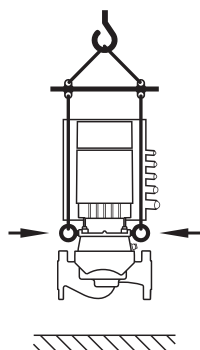

Fig. 8: Pumba transportimine
- Pumba tuleb transportida lubatud tõsteseadmete (nt tali, kraana jne) abil. Need tuleb kinnitada mootori äärikul olevatele tõsteasadele (Fig. 8, siin on kujutatud vertikaalse mootori võlliga tõstesuund).